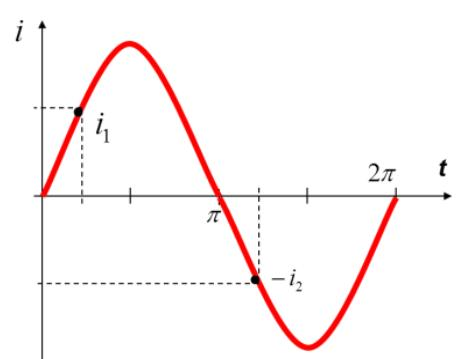

рис.4
5. *Мгновенные значения тока  $i$ , напряжения  $u$ , эдс  $e$*  (рис.4) – значения этих величин в любой момент времени. Изменяются по синусоидальному закону: